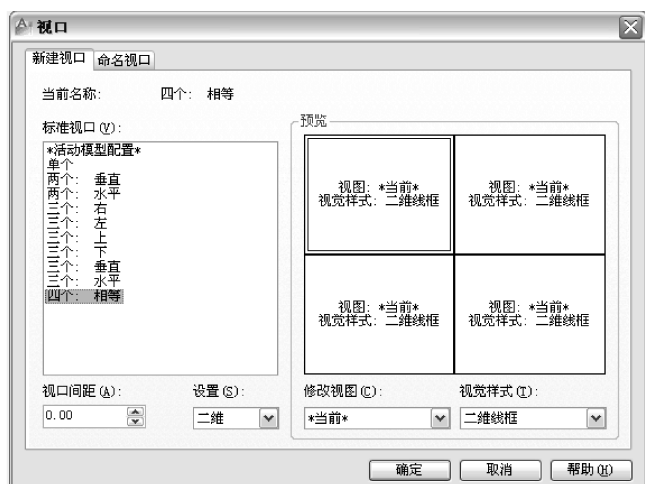
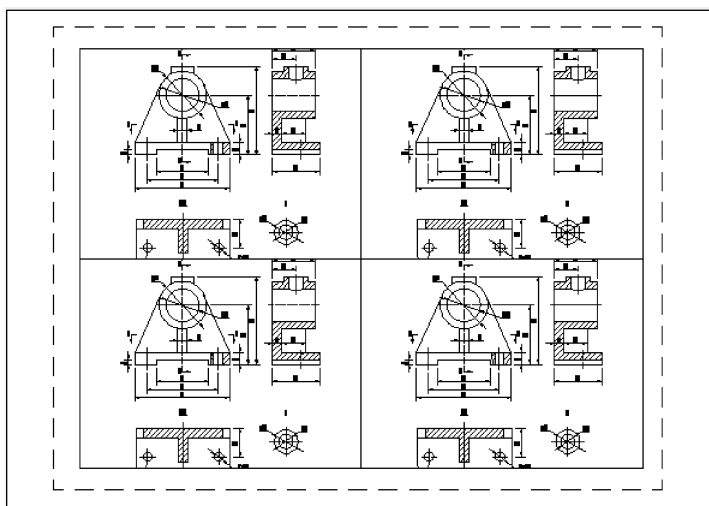
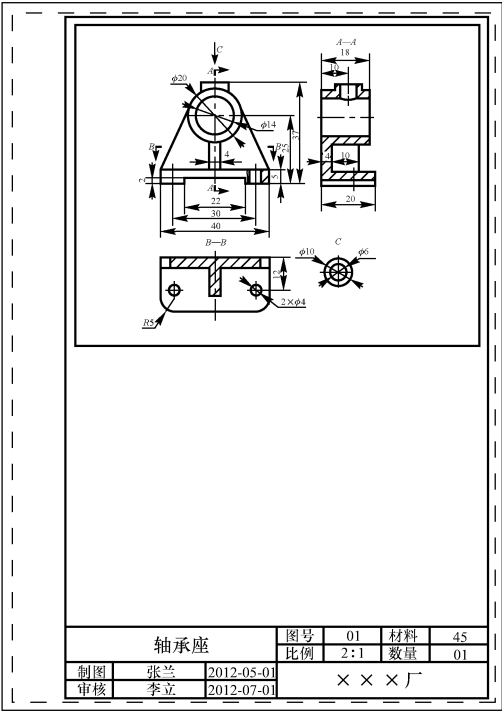

图 9-10 “视口”对话框
图 9-11 创建四视口
图 9-19 轴承座图纸空间单视口
◆ “显示‘视口’对话框”  命令：调用“视口”工具栏的“显示‘视口’对话框”  命令，打开图 9-10 所示的“视口”对话框。在“标准视口”列表框中选择视口类型，单击“确定”按钮，在图纸空间创建出不同类型的视口。选择“四个：相等”选项，创建四视口，如图 9-11 所示。
- Step 2** 创建轴承座图纸空间单视口：调用“视口”工具栏的“显示‘视口’对话框”命令，打开图 9-10 所示的“视口”对话框。在“标准视口”列表框中选择“单个”选项，单击“确定”按钮，创建轴承座图纸空间单视口，如图 9-19 所示。